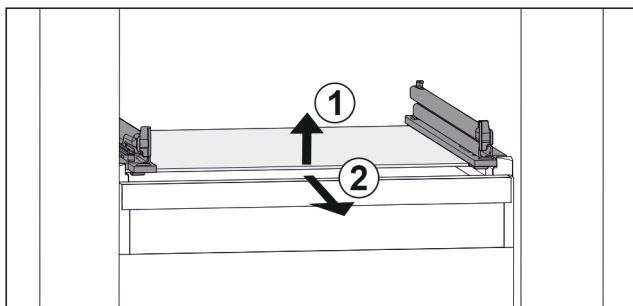

Fig. 73 Примерное отображение стеклнной пластины
- ▶ Приподнимите стеклнную пластину спереди. Fig. 73 [1]
- ▶ Извлеките стеклнную пластину движением вперед. Fig. 73 [2]